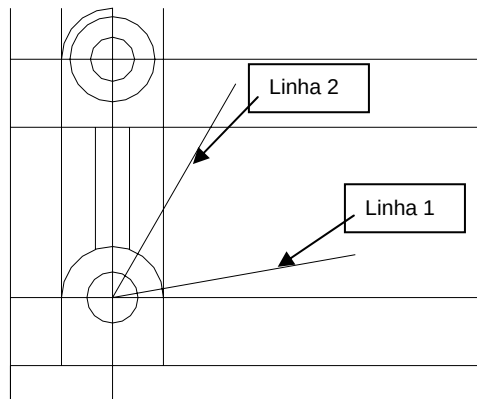

Figura 4.12 – TRIM e ERASE para apagar as linhas em excesso.
25. Mude para o layer **construção**. Desenhe duas linhas de construção de tamanho 72.5 por meio de coordenadas polares. A primeira linha tem como pontos, o centro do furo de diâmetro 15 e, como segundo ponto a coordenada relativa ao primeiro ponto @72.5<10. A segunda linha tem como pontos, o centro do furo de diâmetro 15 e, como segundo ponto a coordenada relativa ao primeiro ponto @72.5<60 (figura 4.12).